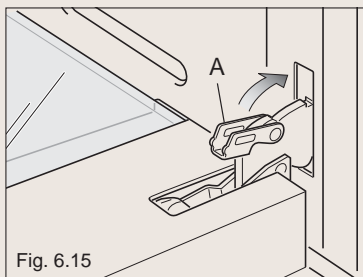

Fig. 6.15
- * Fermer le levier "A" sur les charnières gauche et droite (fig. 6.15).